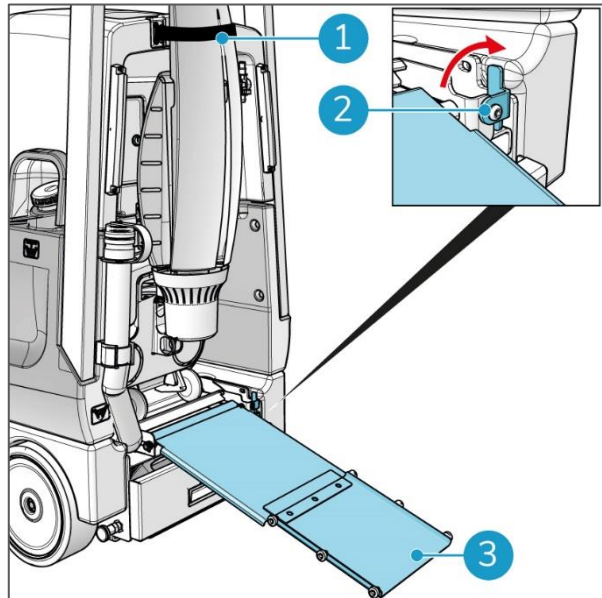

Figura 61
1. Allentare la cinghia che tiene i-mop® lite (Figura 61, pos 1).
2. Sbloccare il bloccetto blu (Figura 61, pos 2).
3. Estrarre la rampa e aprirla (Figura 61, pos 3).